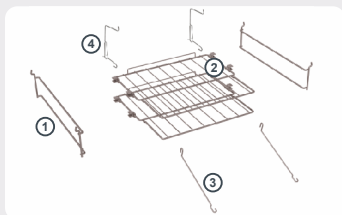

Fig. 19
- 1 | Pegue uma presilha (Fig. 19) e encaixe-a no arame traseiro da prateleira, de acordo com o detalhe da Fig. 24.